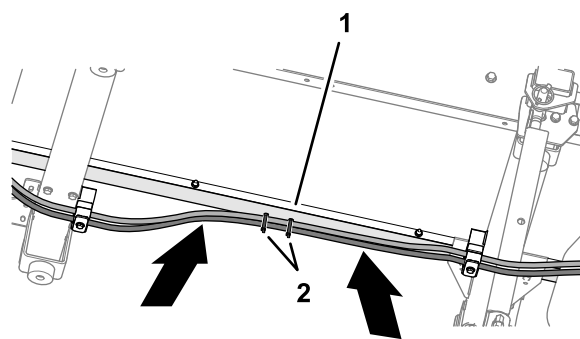

図 24
3. 前と中央のクロス部材の間に、油圧ホースを右フレームレールに沿わせる 図 24。
4. ケーブルタイ2本を使用してフレームレールの穴にホースを固定する 図 24。ホースを取り付ける時、ホースに適当な張りができるようにすること。